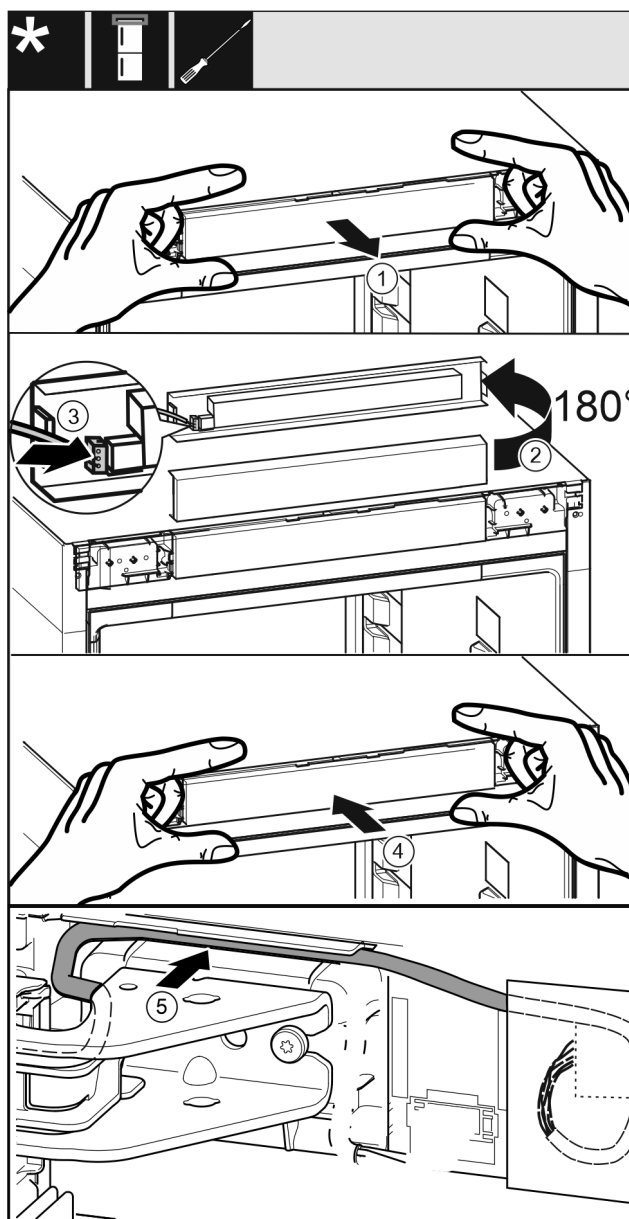

Fig. 38
- Estrarre con cautela la maschera di comando Fig. 38 (1).
- ▶ Ruotare la maschera di comando Fig. 38 (2) di 180° verso l'alto.
- ▶ Innestare la spina Fig. 38 (3) nella maschera dell'elemento di comando.
- ▶ Innestare di nuovo la maschera di comando Fig. 38 (4) sull'apparecchio.
- ▶ Posare con cautela il cavo Fig. 38 (5) nella guida sopra il blocco di supporto superiore.